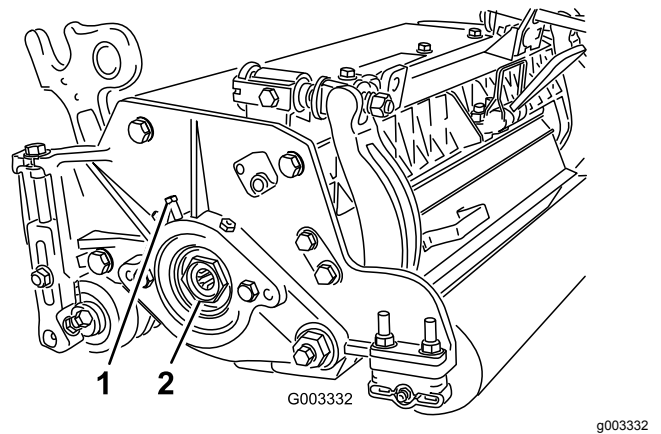

Figure 32
- A. Desserrez la vis extérieure qui fixe l'écrou de réglage au logement de roulement situé sur le côté gauche de l'unité de coupe (Figure 32).